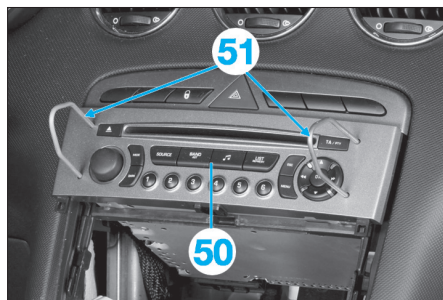

Fig. 28
- Extraire partiellement l'autoradio (50) à l'aide des épingles (51) (Fig.28).